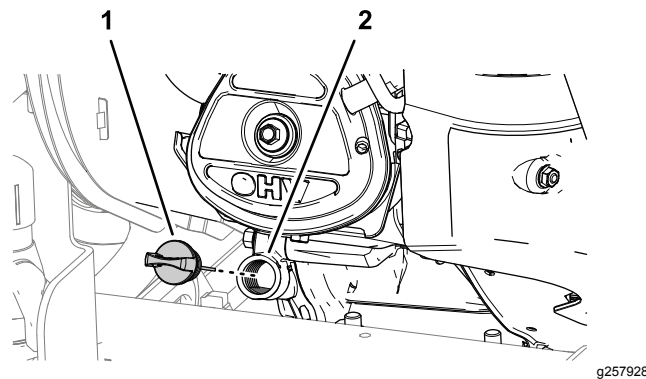

Figura 75
4. Retire la varilla del motor y limpie la varilla con un trapo limpio (Figura 75).
8. Apriete la varilla a mano en el cuello de llenado (Figura 75).